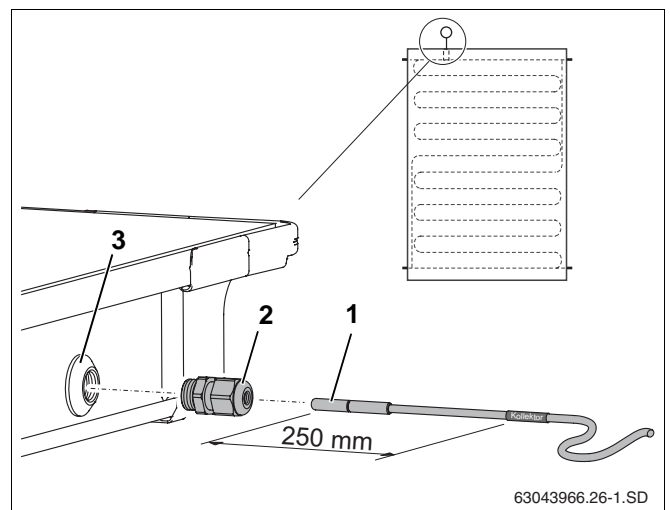

Bild 54 Skjut in temperaturgivaren i solpanelen
För att solvärmesystemet ska fungera korrekt är det nödvändigt att temperaturgivaren (bild 54, **pos. 1**) skjuts in i givarens ledningsrör ända till anslaget (motsvarar ca 250 mm).
- Stöt igenom givargenomföringens tätningsskikt med temperaturgivaren eller skruvmejseln (bild 54, **pos. 3**).
- Vrid in kabelförskruvningen (bild 54, **pos. 2**) i givargenomföringen.
- Dra åt kabelförskruvningen (bild 54, **pos. 2**), håll eventuellt emot.
Om du har stött igenom givargenomföringen (bild 54, **pos. 3**) på en felaktig solpanel ska genomföringen tätas med en plugg från byggsatsen. Först måste du med hjälp av kabelförskruvningen (bild 54, **pos. 2**) ta bort den mutter som sitter i givargenomföringen.